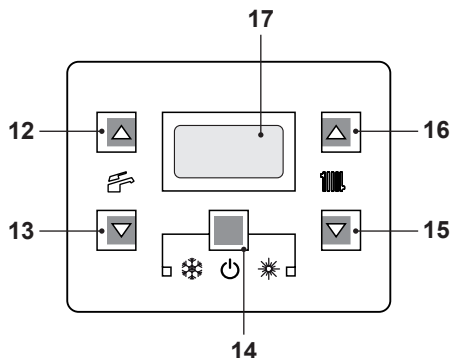
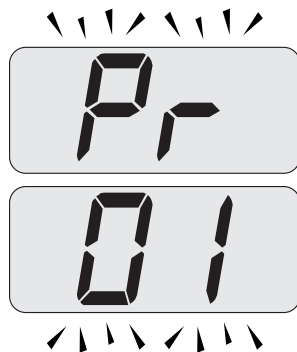
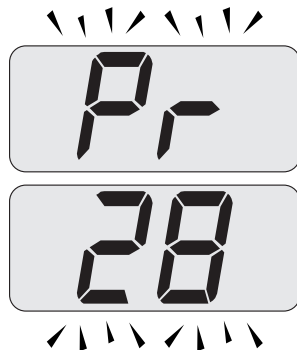

Figura 9.1
Figura 9.2
Figura 9.3
- Entrare in "modalità programmazione" premendo contemporaneamente per 10 secondi i tasti 14 - 15 - 16 (Figura 9.1) fino a far apparire sul display LCD le lettere **Pr** che si alternano con il codice **01**, indicanti l'entrata nel "parametro 01" (Figura 9.2).
- Scorrere i vari parametri utilizzando i tasti 15 o 16 fino a far apparire sul display LCD le lettere **Pr** che si alternano con il codice **28**, indicanti l'entrata nel "parametro 28" (Figura 9.3).
- Premere contemporaneamente i tasti 14 e 16 (Figura 9.1) fino a far apparire sul display LCD il valore del parametro 28 (es. 12 valore di default) (Figura 9.4).
- Premendo il tasto 14 (Figura 9.1) si ottiene la conferma del valore inserito.
- Premendo contemporaneamente i tasti 14 e 15 (Figura 9.1) si esce senza modificare il valore (ritorno alla lista parametri Figura 9.3).
- Premendo contemporaneamente per 10 secondi i tasti 14 - 15 - 16 (Figura 9.1) si esce dalla "modalità programmazione".